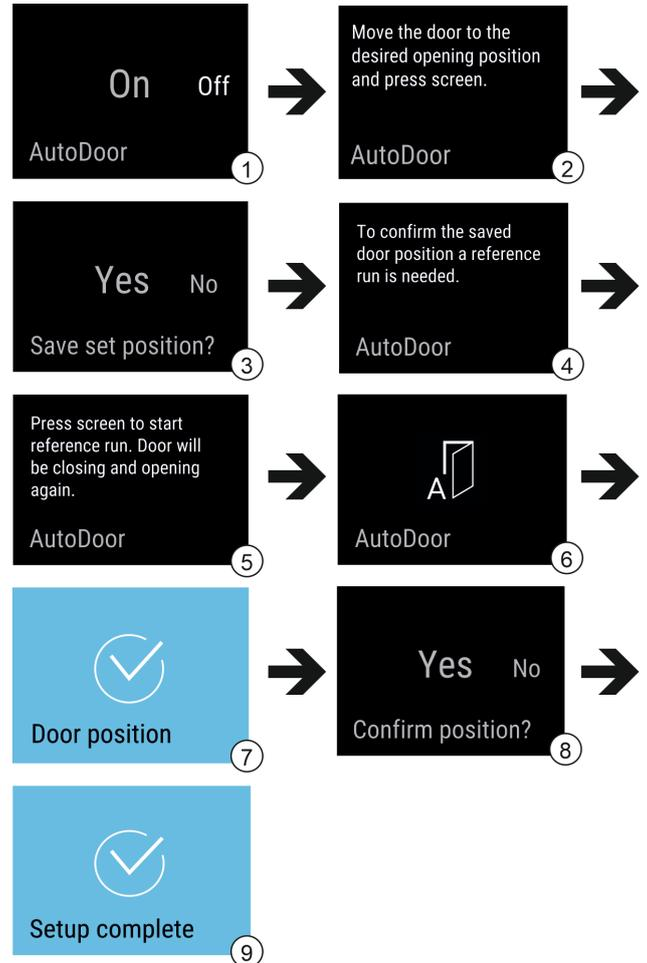

Fig. 10 Exemplarische Darstellung der Anzeigen in englischer Sprache
- AutoDoor aktivieren: Anzeige im Display auf On wischen. Fig. 10 (1)
- Display 3 Sekunden lang drücken. Fig. 10 (1)
- Türöffnungswinkel konfigurieren: Tür mindestens 70° öffnen. Fig. 10 (2)
- Türöffnungswinkel bestätigen: Meldung im Display antippen. Fig. 10 (3)
- ▶ Referenzfahrt starten: Display antippen. Fig. 10 (5)
- ▷ Display blinkt. Fig. 10 (6)
- ▷ Referenzfahrt ist erfolgreich: Display wird 2 Sekunden blau. Fig. 10 (7)
- ▶ Türöffnungswinkel bestätigen. Fig. 10 (8)
- ▷ Display wird blau. Fig. 10 (9)